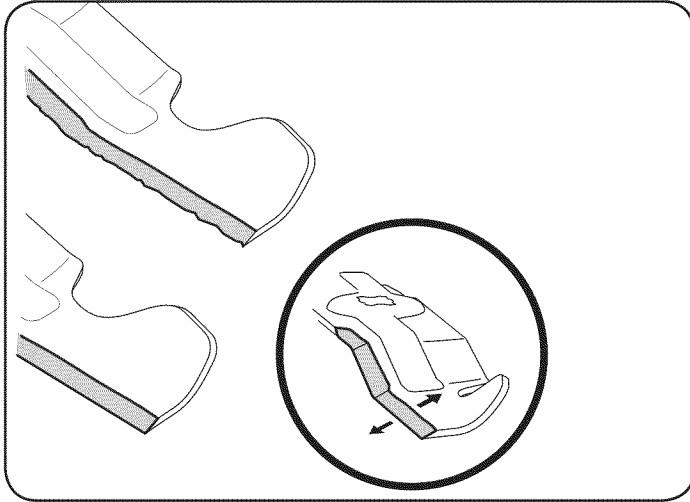

Figure 55
4. Para afinar correctamente las hojas de corte, retire la misma cantidad de metal de ambos extremos de las hojas a lo largo de los bordes de corte, paralelo al borde de fuga, en un 25° - 30° de ángulo. Siempre moler cada filo de la cuchilla de corte por igual a mantener el equilibrio de la hoja adecuada. Véase la Figure 55.